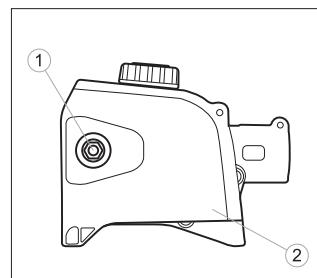

fig. 15
3. 1Setzen Sie die Kettenschleife über die Antriebsglieder in der Schienenrolle auf und richten Sie anschließend die Kette über dem Treibrad aus. Stellen Sie sicher, dass die Zähne richtig ausgerichtet sind (Abb. 15).